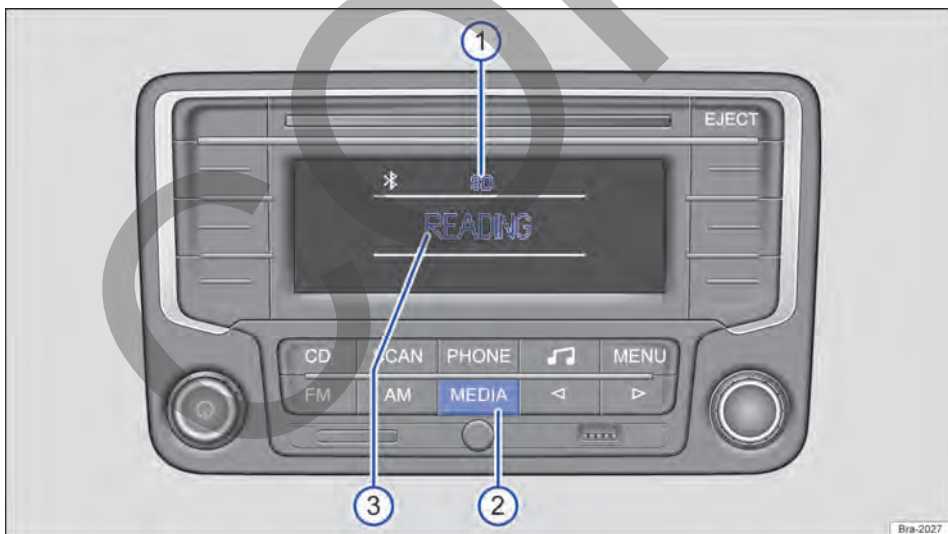
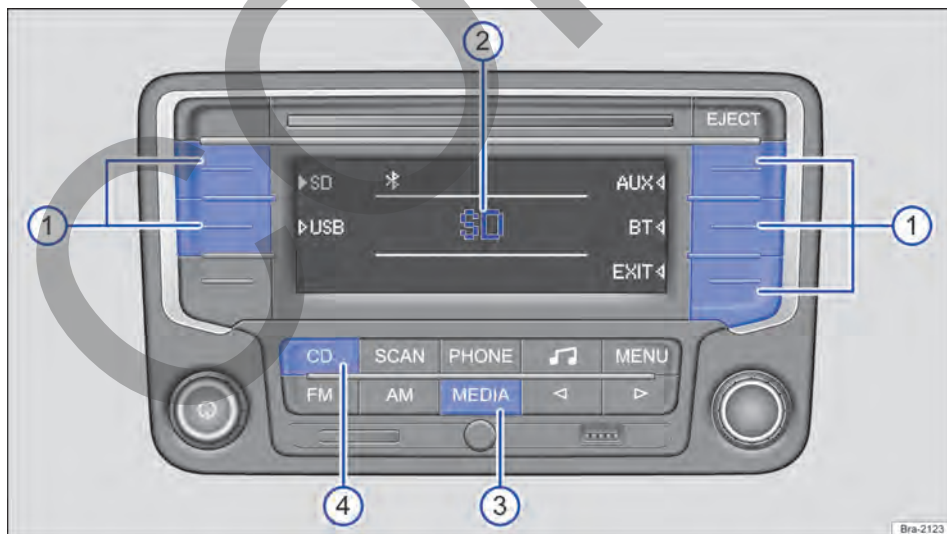

Fig. 131 Ejemplo de visualización en el modo Media: la radio lee archivos desde una tarjeta SD.
Fig. 132 Ejemplo de visualización en el modo Media: continua la reproducción de la última fuente de medios, están disponibles otras fuentes de medios.
En el modo Media se pueden seleccionar y controlar diferentes fuentes de medios. Para cambiar al modo de medios, pulse brevemente la tecla del equipo **MEDIA** → fig. 131 ②.
Si la última fuente de medios sintonizada todavía está conectada, la reproducción de esa fuente continuará automáticamente y, al cambiar al modo de medios, aparecerá brevemente en el centro del display → fig. 132 ②. ▶
En el modo de medios de reproducción, la fuente de medios seleccionada siempre aparecerá en la parte superior central del display → fig. 131 ①.
Todas las fuentes de medios disponibles → pág. 159, *Seleccionar las fuentes de medios* se muestran en el lateral del display → fig. 132. En algunas situaciones de reproducción, por ejemplo, mientras la radio lee una fuente de medios, no están disponibles otras fuentes de medios → fig. 131.
En el centro del display se muestra el estado actual de la fuente de medios, por ejemplo, **READING**, cuando la radio lee una fuente de medios → fig. 131 ③, información sobre la pista → pág. 162 o mensajes de error:
Inicie el modo Media → pág. 158, *Menú principal MEDIA*. Si la última fuente de medios sintonizada todavía está conectada, la reproducción de esa fuente continuará automáticamente y, al cambiar al modo de medios, aparecerá brevemente en el centro del display → fig. 132 ②.
En los laterales del display se muestran todas las fuentes de medios disponibles → fig. 132. Seleccione la fuente de medios deseada de la siguiente manera:
- Pulse brevemente la tecla de función programada con la fuente de medios deseada → fig. 132 ①.
- **O:** presionar la tecla del equipo **[MEDIA]** tantas veces como sea necesario hasta que aparezca la fuente de medios (excepto CD) → fig. 132 ③.
- **O:** presionar la tecla del equipo **[CD]** para reproducir un CD del lector interno de CD → fig. 132 ④.